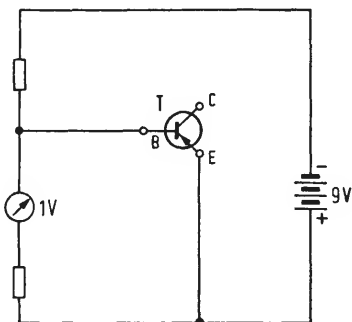

Fig. 5.03. Misurazione di  $V_{be}$
**Potenziale di diffusione del tratto base-emettitore:** occorre inserire un Voltmetro con fondo scala 1 V tra base ed emettitore. La base riceve la tensione della batteria tramite una resistenza. Lo strumento di misura indica direttamente in Volt la tensione di diffusione del diodo. Lo schema è indicato in Fig. 5.03.